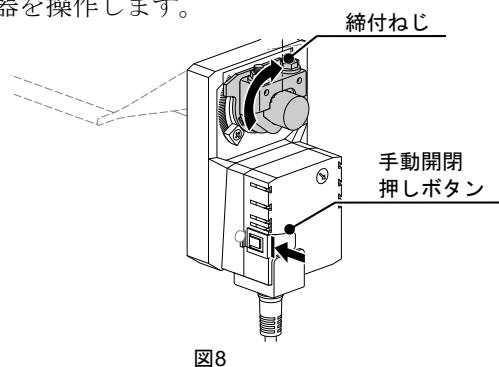

図8
(3) 手動開閉押しボタンを押しながら、手動で締付ねじが垂直になる位置(図8参照)までダンパ操作器を操作します。